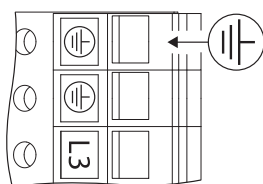

Fig. 29: 추가적 접지
- 모터 출력이 **11 kW** 이상인 경우 증가된 누설 전류로 인해 **EN 61800-5-1:2008-04**에 따라 추가적으로 강화된 접지를 연결해야 합니다(Fig. 29 참조).